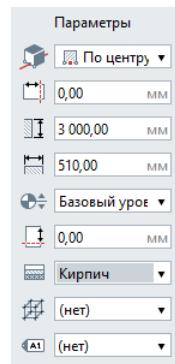

Рис. 20 Параметры инструмента Стена
1. Выберем инструмент **Стена**. Способ построения – **Прямая по двум точкам** ✓ . В панели **Параметры** введем высоту стены - **3000 мм**, толщину - **510 мм**, материал - **Кирпич**. Значения остальных параметров стены оставим по умолчанию. Для правильного сопряжения стен используем привязку к базовой линии (рис. 20)